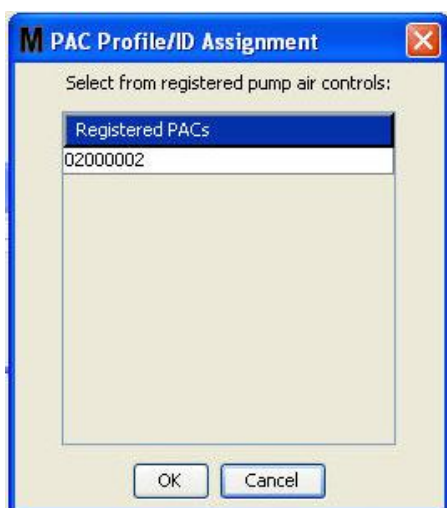

Рис. 114
- После присвоения имени регулятору пневматического насоса нажмите кнопку «Link» [Связать]. Появится окно «Profile/ID Assignment» [Назначение идентификатора профилю] (Рис. 114). Из списка зарегистрированных регуляторов пневматических насосов выберите требуемый регулятор. Нажмите кнопку «OK» [ОК], чтобы закрыть окно и сохранить изменения. Дополнительные сведения о регистрации см. в руководстве пользователя регулятора пневматического насоса. Также предоставлены инструкции в «Приложении А» данного руководства, раздел «Регистрация регулятора пневматического насоса» на стр. 161.